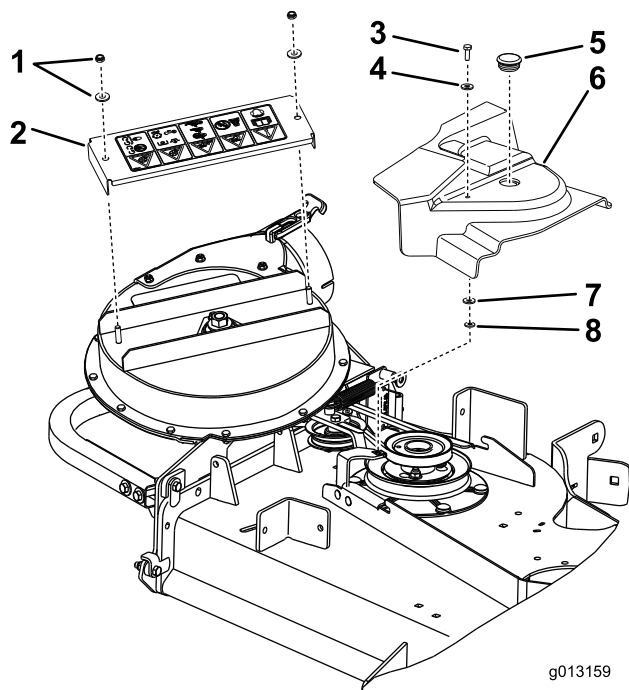

図 3
1. 既存のカバーを外す 図3。各ボルト・ナットは捨てないこと。
3. 既存のベルトカバーを外す 図3または 図4。
4. ボルト 1/4 x 3/4 インチ と平ワッシャ 5/16 インチ をベルトカバーに取り付ける平ワッシャ 1/4 インチ とプッシュナット 1/4 インチ を使用する 図3または 図4。
5. ベルトカバーを取り付けてボルト 1/4 x 3/4 インチ を締め付ける 図3または 図4。
6. 新しいブローカバーを取り付ける先ほど取り外した金物類を再利用する 図3または 図4。
7. 既存のベルトカバーにプラスチック製プラグを取り付ける 図3または 図4。